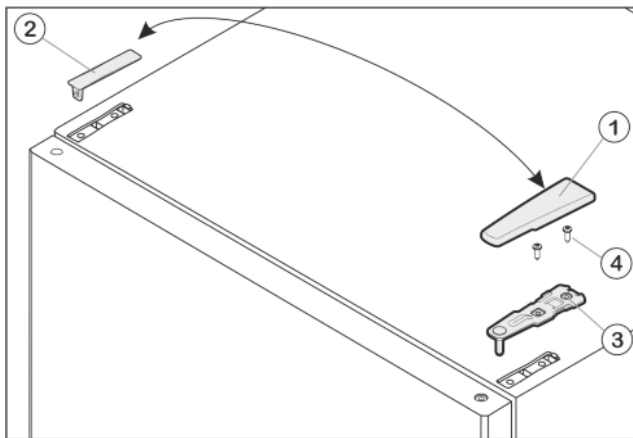

Fig. 6
- ▶ Потяните крышку Fig. 6 (1) вперед и вверх.
- ▶ Снимите крышку Fig. 6 (2).
- ▶ Открутите верхний опорный кронштейн Fig. 6 (3)(2 шт. Torx® 25) Fig. 6 (4) и вытяните вверх.
- ▶ Установите верхний опорный кронштейн Fig. 6 (3) на новой стороне шарнира и защелкните в дверце.
- ▶ Привинтите верхний опорный кронштейн (**с моментом 4 Нм**) (2 шт. Torx® 25) Fig. 6 (4). При необходимости проделайте отверстия или используйте аккумуляторную отвертку.
- ▶ Наденьте и защелкните крышку Fig. 6 (1) и крышку Fig. 6 (2) на противоположной стороне снаружи.